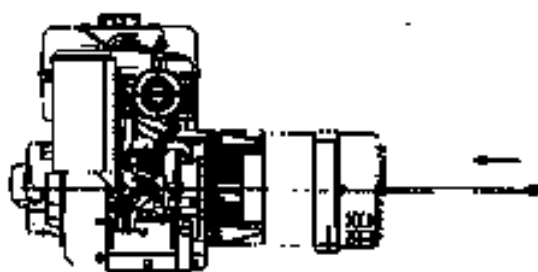

Fig. 3
-) Avvitare il tirante centrale nella sua sede (fig. 3).
-) Insert the central stay rod into its housing (fig. 3).
-) Enfiler le tirant central dans son logement (fig. 3).
-) Die selbstsichernde Mutter auf die Zugstange schrauben (abb. 3).
-) Introducir el tirante central en su lugar (fig. 3).
-) Insert the central bolt into its housing (fig. 3).
-) Enfiler le tirante central dans son logement (fig. 3).